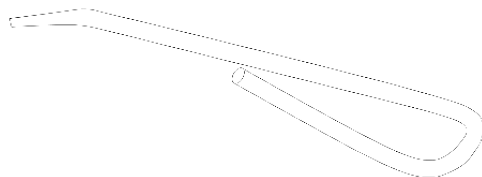

Рис. 7.3. Ключ.
1. Подключите кабельный разъем плазмоторна к разъёму аппарата на передней панели (См. рис 7.4, 7.5). Используйте ключ (См. рис. 7.3).